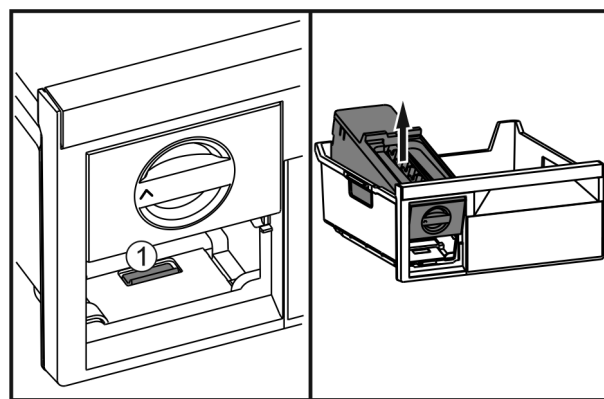

Fig. 47
- ▶ Pritisnite spono Fig. 47 (1), dvignite EasyTwist-Ice z zadnje strani in vzemite iz predala za zamrzovanje.